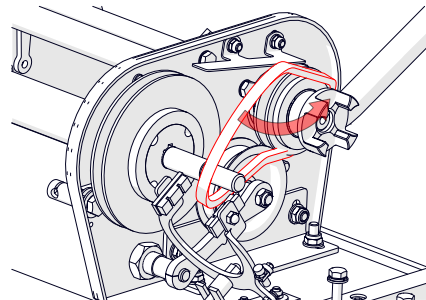

Fig. 17G - Sustituir la correa de accionamiento
8. Retire las correas y sustitúyalas (si fuera necesario) (Fig. 17G).